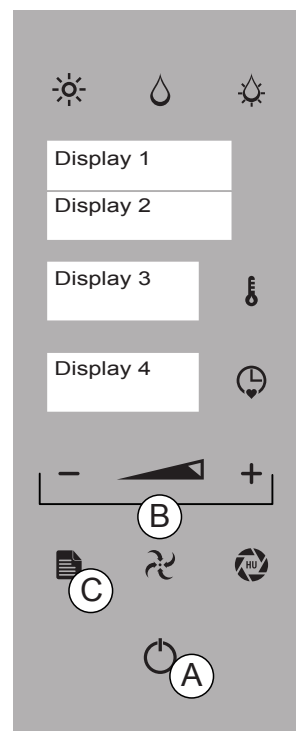

Fig.3
Appuyer sur la touche "ENVOI" (Fig 3/A) et "MENU" (Fig 3/C) pour accéder au menu principal. Avec les touches "MOINS" et "PLUS" (Fig 3/B) sélectionner la fonction « LAVAGE » Enfoncer la touche "ENVOI" (Fig. 3/A) pour confirmer.
**En fonction du degré de saleté, le cycle de lavage conseillé s'affiche (Fig. 3 - Écran 2).**
Avec les touches "MOINS" et "PLUS" (Fig 3/B - Écran 2), il est possible de sélectionner les cycles de lavage suivants : **RAPIDE - RINÇAGE SEUL - COURT - MOYEN - LONG**. Enfoncer la touche "ENVOI" (Fig 3/A) pour démarrer le cycle.
##### Avant l'introduction du DETERGENT (Fig 3 - Écran 2- RAMOLLISSEMENT)
Enfoncer la touche "ENVOI" (Fig 3/A). Pour reprendre le lavage, enfoncer la touche "ENVOI" (Fig 3/A). Pour sortir de la fonction appuyer sur la touche "MENU" (Fig 3/C).
#### Après l'envoi du DÉTERGENT (Fig 3 - Écran 2 - DÉTERGENT + EAU)
Enfoncer la touche "ENVOI" (Fig 3/A).
Actions possibles : appuyer sur la touche « ENVOI » pour reprendre le lavage interrompu ou choisir un autre type de lavage avec les touches "MENU" et « Plus » (Fig 3/B). Enfoncer la touche "ENVOI" (Fig 3/A) pour démarrer le nouveau cycle de lavage.